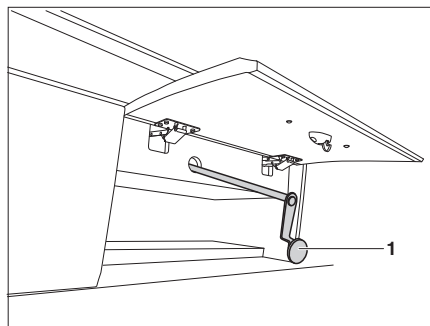

Bild 165 Nödmanövrering för elektrisk höjbar säng
- ▷ Vid strömavbrott kan den elektriskt höjbara sängen också manövreras med en nödvev (Bild 165). Denna befinner sig bakom en förvaringslucka.